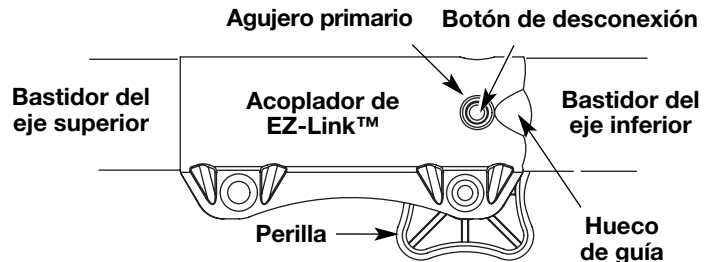

Fig. 21
3. Mientras que firmemente sostiene el accesorio, empujelo derecho en el acoplador hasta el botón liberador (Fig. 21) se encaja a presión hacia el agujero primario (Fig. 21). El agujero primario está en el lado opuesto del acoplador de la perilla (Fig. 21). La alineación del botón de desconexión con el hueco de guía facilitará la instalación (Fig. 21).
3. Oprima y sostenga el botón de desconexión (Fig. 21).
4. Mientras sostiene el bastidor del eje superior con firmeza, tire del accesorio de corte o accesorio en línea recta fuera del acoplador EZ-Link™ (Fig. 21).